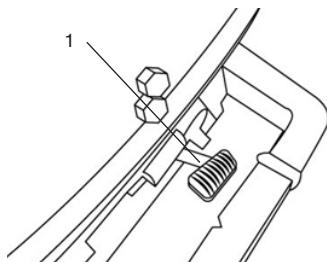

Рис. 23 Рычаг блокировки наклона
3. Левой рукой нажмите на рычаг блокировки наклона и удерживайте его в наожатом положении (Рис. 23). После чего, правой рукой возьмитесь за рукоятку 6 на кожухе двигателя (Рис. 1) и наклоните мотор в максимально верхнее положение.